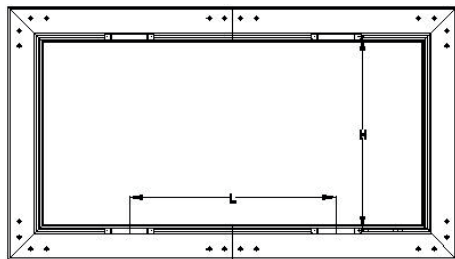
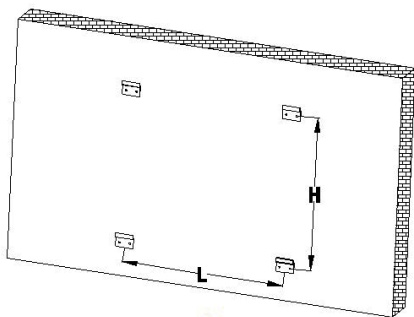

Bild 14
Bild 15
1. Montera två väggfästen (I) på varje horisontell ramdel (A). Se till så att fästena sitter jämnt fördelade över långsidan (som på bild 14) och att fästena uppe och nere sitter mitt emot varandra.
2. Mät upp avstånden H och L (se bild 14) och för över dem till väggen (bild 15).